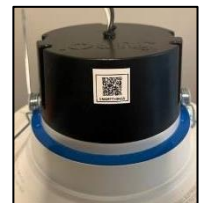

Figure 7
- i. Utiliser l'appareil photo de votre appareil intelligent pour balayer le code QR de SmartThings sur le côté de l'appareil (figure 7).